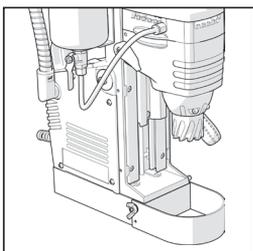

Fig. 2
- Fäst säkerhetsskyddet med de levererade fästskruvorna. **(Fig. 2)**